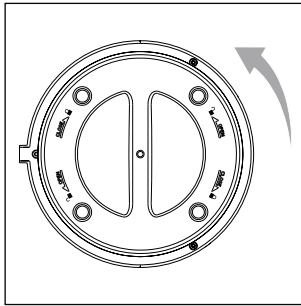

Abb.3
3. Drehen Sie den Gehäusedeckel **9** an der Unterseite des Gerätes ein Stück gegen den Uhrzeigersinn in Richtung **OPEN** , um ihn zu öffnen (siehe Abb. 3). Entfernen Sie dann den Gehäusedeckel **9** vom Gerät.